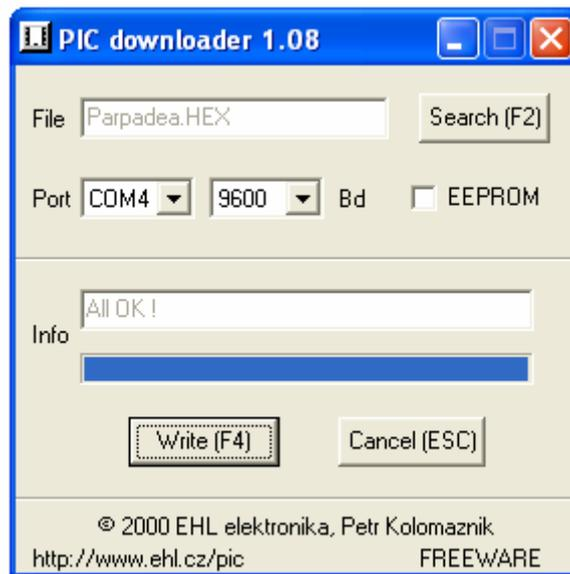

FIGURA 7.- PANTALLA DEL PROGRAMA PIC DOWNLOADER
6°.- El mapa de memoria del Microchip PIC 16F876/877 con el bootloader instalado es el que se muestra en la Figura 7.
- 2º.- Para realizar la carga del programa de usuario, vamos a utilizar un programa de "carga" freeware, se trata del PIC downloader de Petr Kolomaznik y que hemos conseguido en la web <http://www.microchip.com/> . Una vez instalado, al ejecutarlo, aparece una pantalla como la que se muestra en la Figura 7.